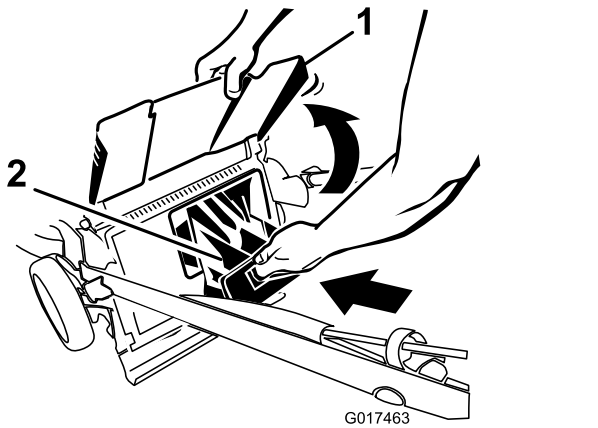

Figure 30
4. Installez l'obturateur d'éjection arrière (Figure 30).